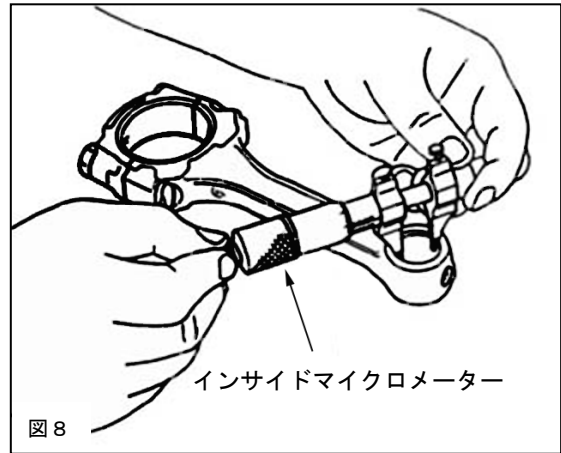

図8
7. 1 コンロッド小端部内径を、インサイドマイクロメーターを用いて測定します。(図8)